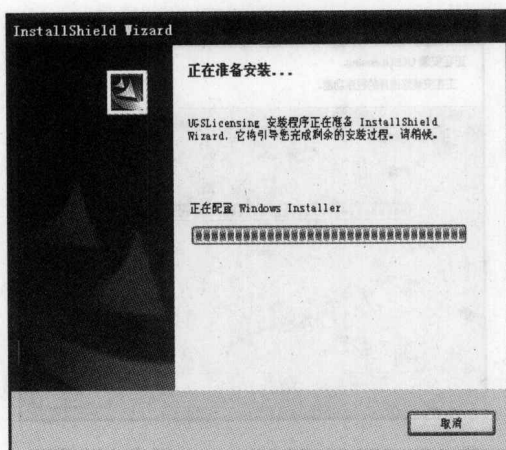

图 1-3 计算机配置检测界面
(5) 选择“中文(中国)”安装语言,单击 按钮系统检测计算机配置,如图 1-3 所示。